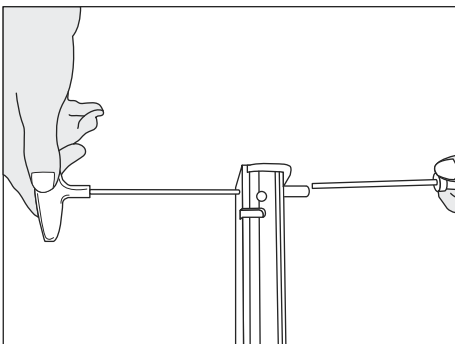

Figure 24
5. Desserrez les vis et l'écrou à l'aide d'une clé 2,5 mm et d'une clé Allen 7 mm. (Voir Figure 24)